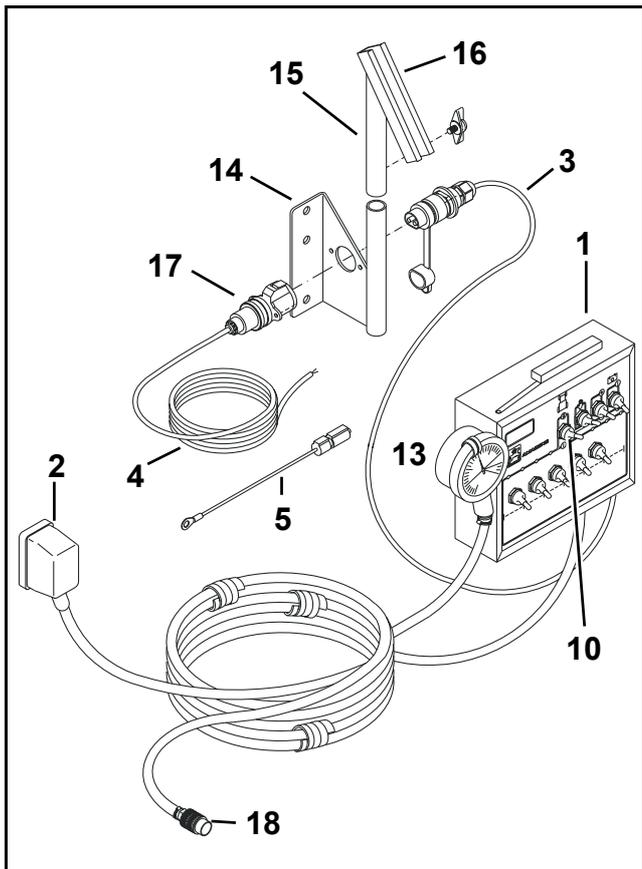

Fig. 28
- Connectez le câble d'alimentation (Fig. 28/ 3) avec la prise (Fig. 28/ 17) du câble de batterie.
- Connectez la fiche côté machine (Fig. 28/ 2) à la prise machine (Fig. 28/ 4) du bloc de régulation.
- Connectez le manomètre (Fig. 28/ 13) par le raccordement rapide (Fig. 28/ 18) sur la prise de pression (Fig. 26/ 10) du bloc de régulation.
Impossibilité d'ouvrir ou couper la rampe à l'aide de l'interrupteur général du boîtier (Fig. 28/ 10).